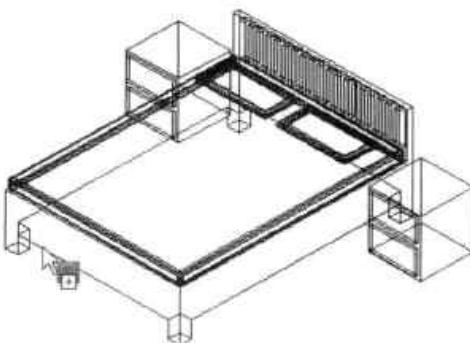

图14-75 赋予材质
**Step22** 将该材质拖至床模型上，如图 14-75 所示。